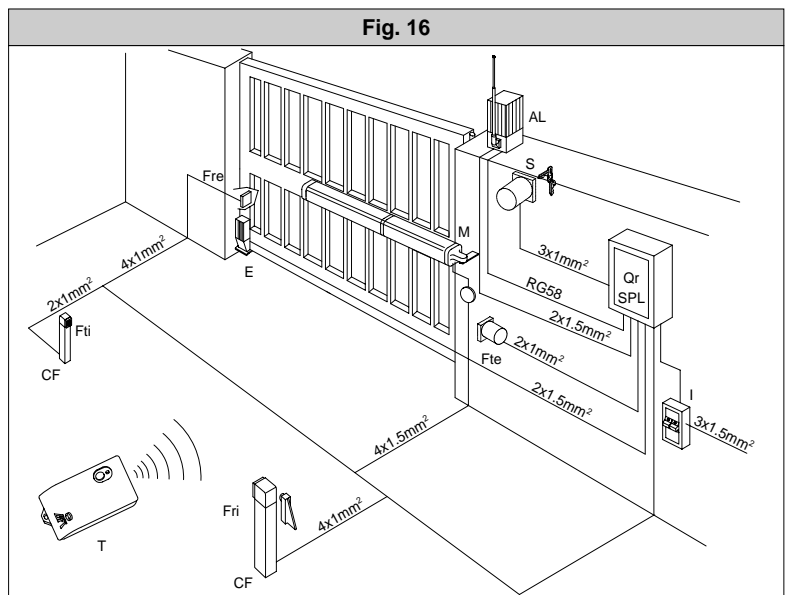

Fig. 20
- Con la cancela cerrada, introducir el aceite prescrito hasta que el nivel del mismo supere el tubo del pistón (fig.20 ref. "P"). Para verificar, insertar un destornillador a través del agujero de fijación del grupo que cubre el dispositivo de desbloqueo hasta tocar el tubo del pistón, controlando que quede untado de aceite.